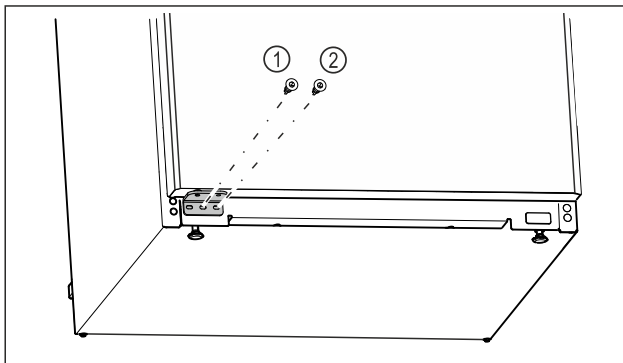

Fig. 21
- ▶ Srednji vijak ležajnog postolja Fig. 21 (1) pritegnite odvijačem Torx 20.
- ▶ Unutarnji vijak ležajnog postolja Fig. 21 (2) pritegnite odvijačem Torx 20.